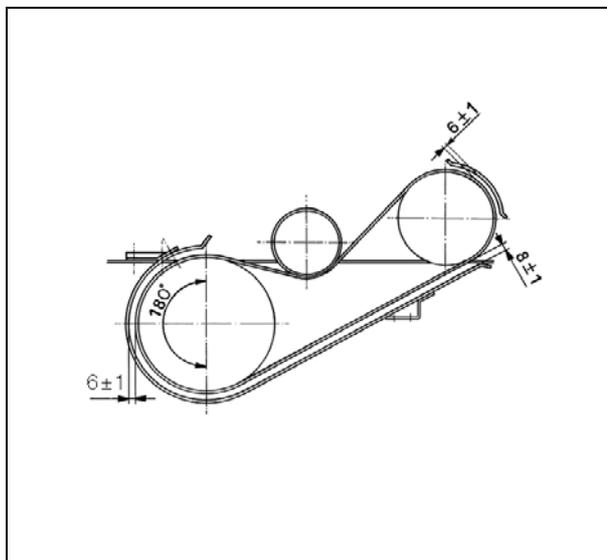

Рисунок 41
- После установки направляющих ремня отрегулируйте их, как показано на (Рис. 41).